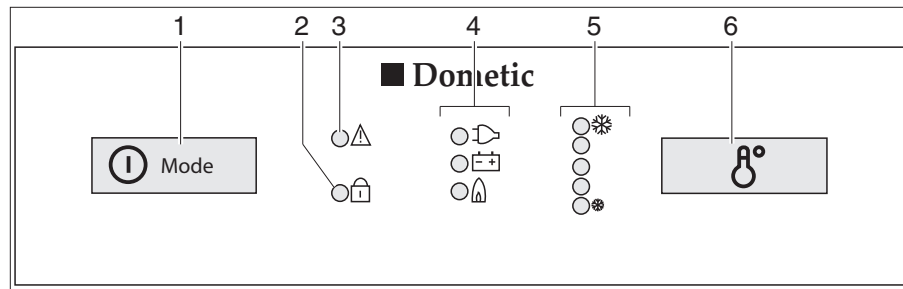

Bild 335 Bedienelemente für den Kühlschrank (Dometic 8er-Reihe mit MES)
- Den Einschalter/Energie-Wahlschalter (Bild 335,1) 2 Sekunden lang drücken, um das Gerät einzuschalten. Die LED der zuletzt gewählten Betriebsart leuchtet auf.
- Ggf. den Einschalter/Energie-Wahlschalter (Bild 335,1) mehrmals kurz drücken, bis die Betriebsanzeige Gas "🔥" aufleuchtet. Die Gaszufuhr ist geöffnet. Der Zündvorgang erfolgt automatisch. Ein tickendes Geräusch ist hörbar, bis der Zündvorgang erfolgreich abgeschlossen ist.
- Die Kühltemperatur mit dem Schalter für die Temperatureinstellung (Bild 335,6) einstellen.
- Ggf. den Einschalter/Energie-Wahlschalter (Bild 335,1) mehrmals kurz drücken, bis die Betriebsanzeige 230 V "⚡" aufleuchtet.
- Ggf. den Einschalter/Energie-Wahlschalter (Bild 335,1) mehrmals kurz drücken, bis die Betriebsanzeige 12 V "⊕" aufleuchtet.